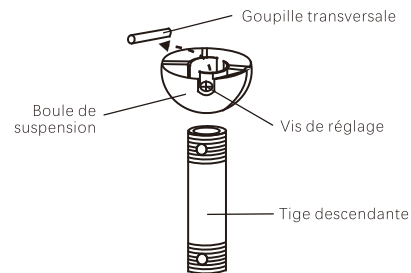

Fig.7
**Étape 5.** Retirer la boule de suspension de l'assemblage de la tige descendante en desserrant la vis de réglage, en dévissant et en retirant la goupille transversale et en dévissant la boule de la tige. (Fig.7)